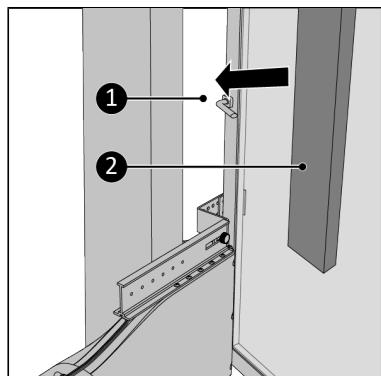

Figure 197.
17. Comblez les espaces vides (Figure 197, pos. 1) avec la mousse d'isolation fournie (Figure 197, pos. 2), découpez la mousse si nécessaire*.